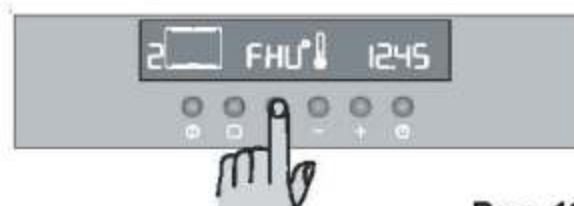

Рис. 18
- 4) Нажмите клавишу . На дисплее температуры появится индикация «FNU» (РЗГ) (рис.18).